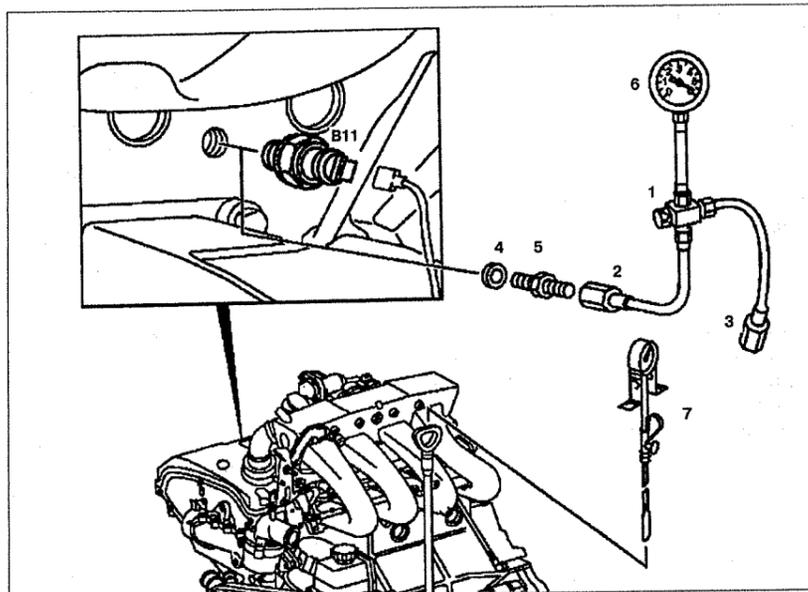

Рис. 2.97. Проверка давления масла:
1. Снимите датчик давления масла В11 (см.рис.2.97).